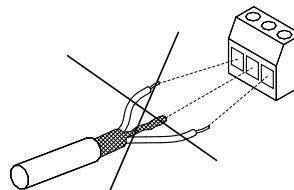

Fig. 27 No retorcer los extremos de la pantalla
- Hay que evitar terminar la pantalla retorciendo los extremos. Ver fig. 27. Utilizar abrazaderas para cables o entradas para cable roscadas en su lugar.